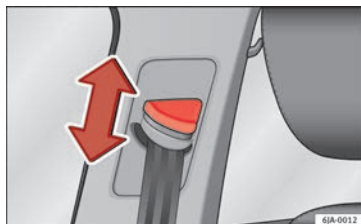

Fig. 80 Localização do regulador da altura do cinto de segurança.
- Pressionar a guia da faixa superior do cinto de segurança na zona de cima e mantê-la nessa posição » **Fig. 80.**